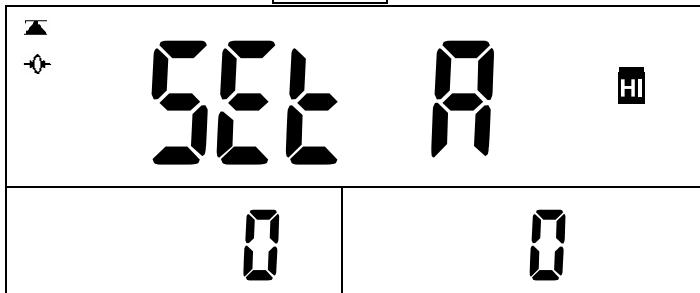

图 17
④按**个数设定**键完成数量报警设置，电子天平返回到计数模式。
①秤盘上有或无待称物，按**警示预设**键。（图 17）